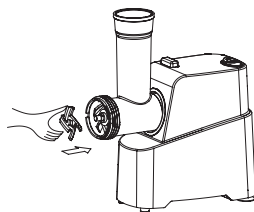

рис. 3
3. Поместите нож на шнек плоской стороной в направлении, противоположном от шнека, как указано на рис. 3.